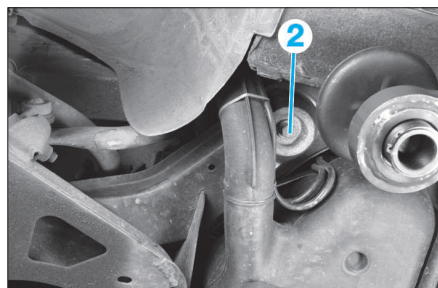

FIG. 53
- Abaisser l'avant du train arrière en déposant les vis (2) (Fig.53) de chaque côté du véhicule.